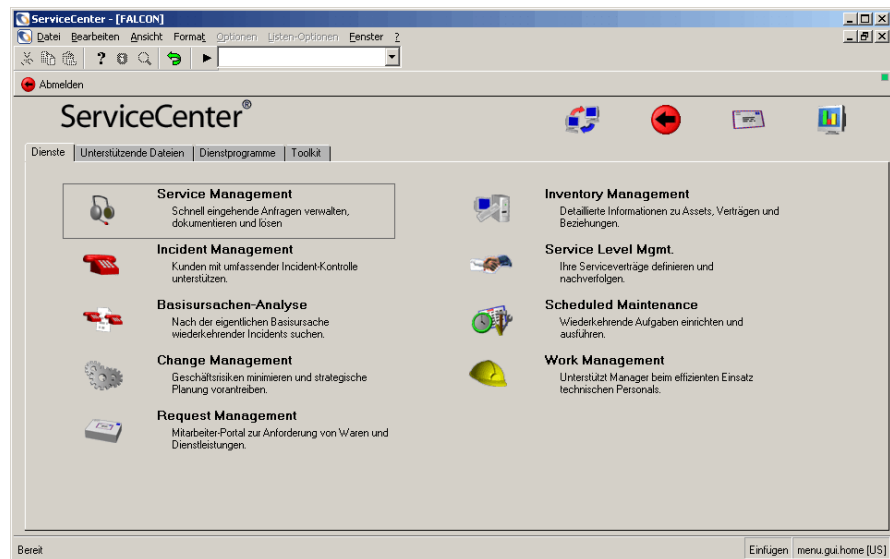

Abbildung 4-1: ServiceCenter-Startmenü
- 2 Klicken Sie im ServiceCenter-Startmenü auf **Incident Management** (siehe Abbildung 4-1).